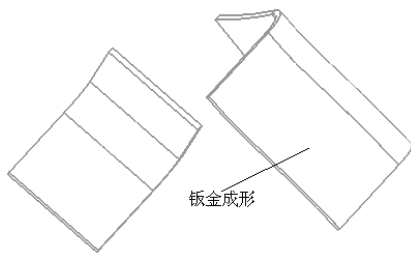

图 10-32 “曲线沿曲线”钣金成形示意图
4) 曲线沿曲线: 在视图区的钣金零件体中选择钣金成形的约束点, 示意图如图 10-32 所示。